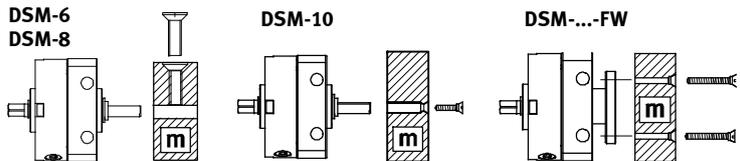

Fig. 5
- Empuje la carga útil en el eje inducido (árbol con pivote/árbol con brida) (Fig. 5)